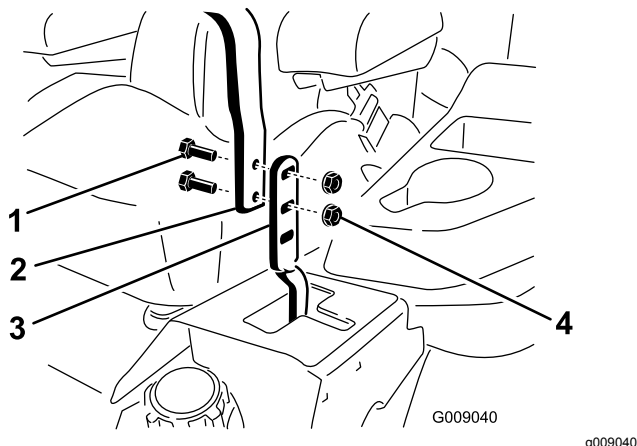

Figure 80
3. Desserrez les boulons et les écrous à embase situés dans les leviers (Figure 80).